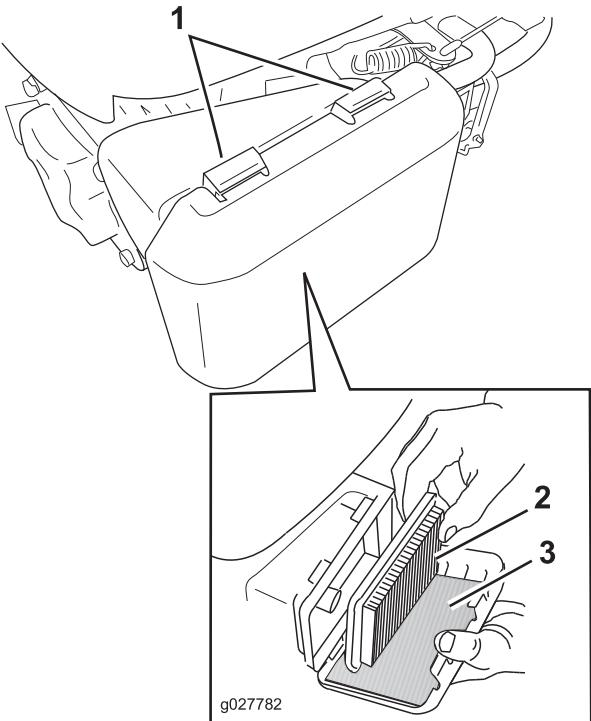

Figura 28
- Presione hacia abajo los cierres de la parte superior de la tapa del limpiador de aire (Figura 28).
- Retire el filtro de aire de papel y el pre-filtro de gomaespuma (Figura 28).